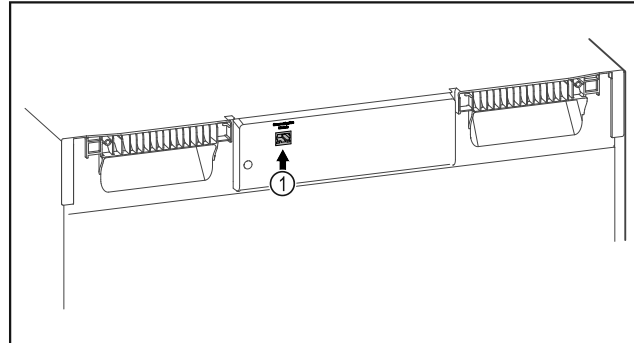

Fig. 111
- Το SmartModule Fig. 111 (1) χρησιμοποιείται.